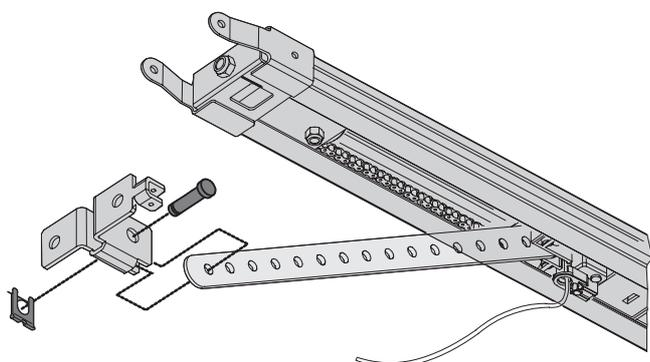
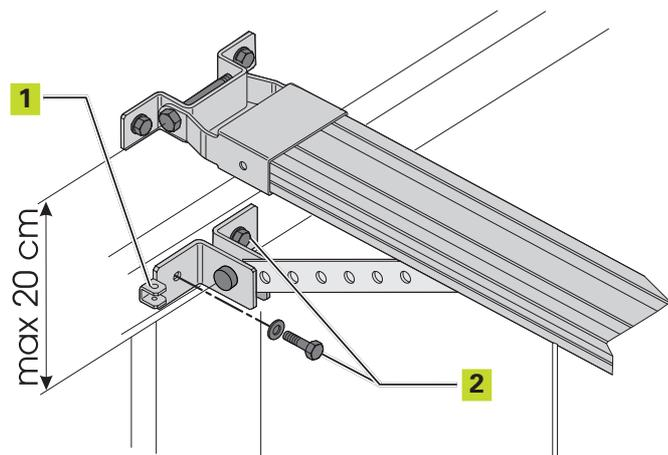

Fig. 18
Fig. 19
- 1) Assembler la patte d'attache à la tige du chariot (fig. 18). Positionner la patte d'attache sur la porte de manière à ce que le trou de passage du fil de déverrouillage soit tourné vers le côté gauche de la porte (réf. ① Fig. 19).
- 4) Contrôler que la distance entre les entraxes des trous de fixation de la patte d'attache antérieure et de la patte d'attache sur la porte ne soit pas supérieure à 20 cm (Fig. 19). Pour un fonctionnement correct de l'automatisme, on conseille d'éviter des inclinaisons du bras supérieures à 30° par rapport au guide de coulissement. Si l'on utilise le bras courbe pour portes sectionnales (en option) réaliser l'assemblage avec le bras droit du chariot d'après la fig. 20. Pour améliorer l'efficacité du système anti-écrasement, on conseille de fixer la patte d'attache le plus bas possible sur la porte sectionnale, mais sans dépasser la distance de 40 cm à partir de la patte d'attache antérieure de l'opérateur.
- 5) Tracer, percer et fixer la patte d'attache à la porte, par l'intermédiaire des vis (réf. ② Fig. 19) non fournies.